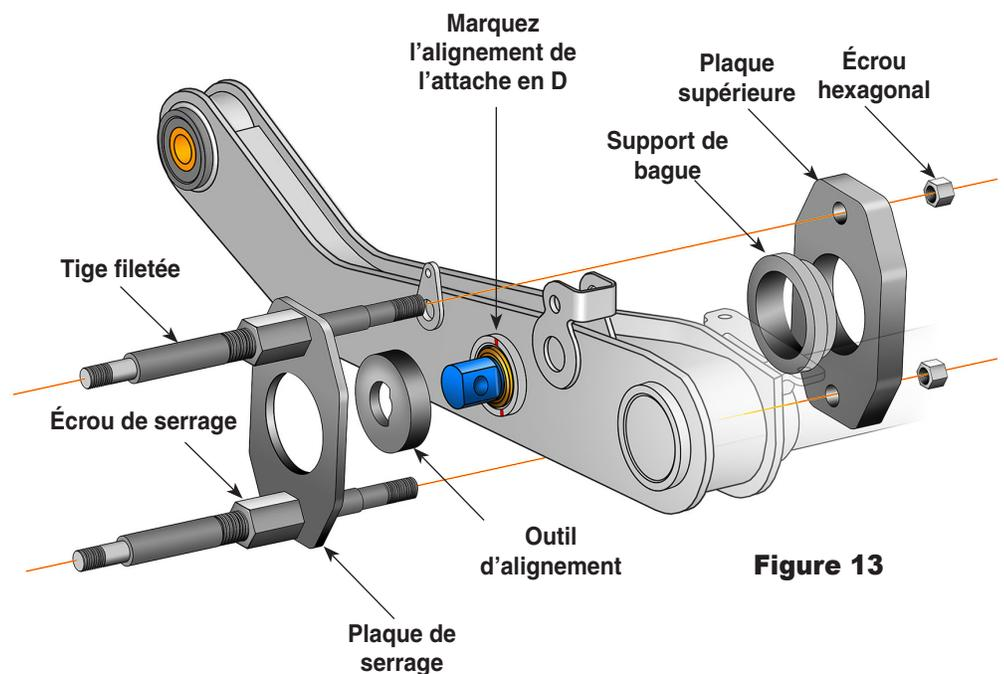

Figure 13
1. Marquez le cylindre pour illustrer l'alignement de l'attache en D existante. Installez l'outil d'alignement sur l'attache en D et placez la plaque de serrage sur l'outil d'alignement. Voir Figure 13.